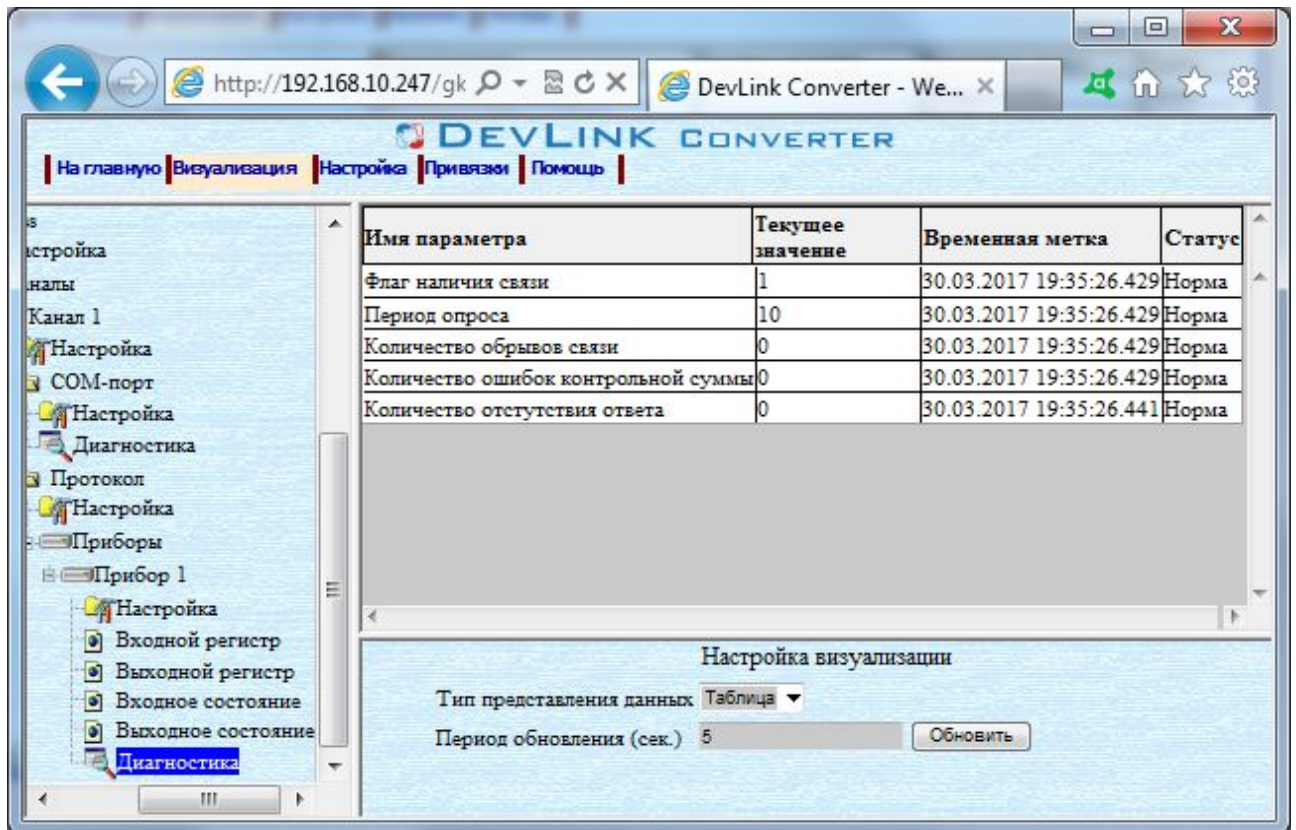

Рисунок 4.2 – Диагностическая информация прибора.
- 2 Выбрать в дереве объектов папку **Диагностика** в ветке **Прибор_X** драйвера (рисунок 4.2)